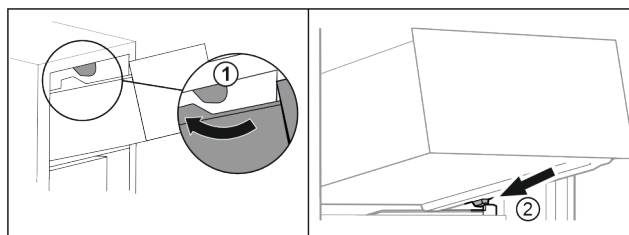

Fig. 16
- ▶ Vedte zásuvku podél horních zarážek Fig. 16 (1).
- ▶ Nasadte zásuvku šikmo za dolní zarážky na žebrování na nádoby Fig. 16 (2).